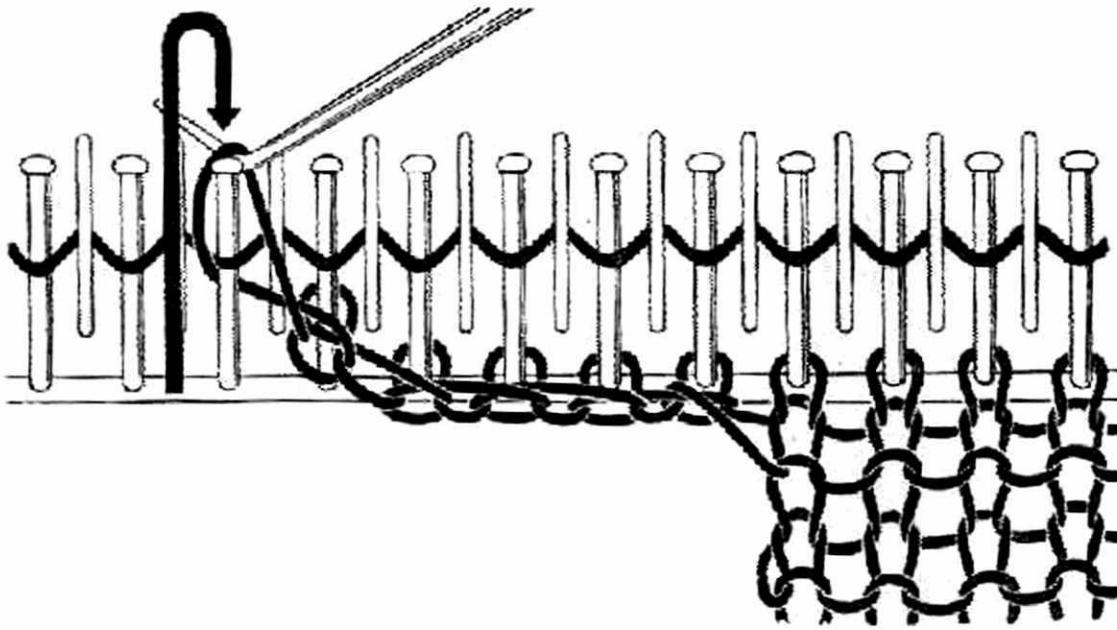

Fig. 38
2e et 3e rangées: „passaper“ chaque maille séparément (fig. 38—40); mouvement parallèle aux dents.
2. und 3. Reihe: Jede Masche über ihren Kammnadelkopf heben (Fig. 38—40); senkrecht hochziehen.